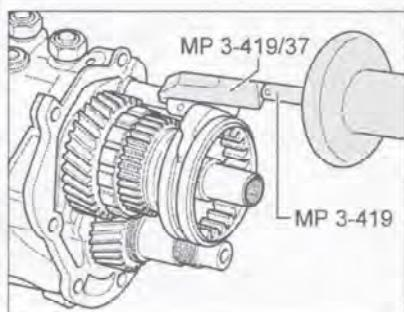

Рис. 7.200. Снимите со штока вилку включения 5-й/6-й передач с поводком и скользящей муфтой синхронизатора.
23. Снимите со штока вилку включения 5-й/6-й передач с поводком и скользящей муфтой синхронизатора (рис. 7.200).